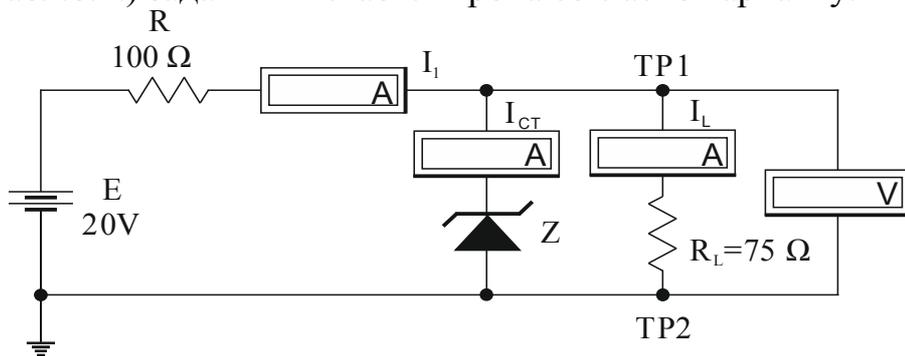

Рис.8.2.
2.1. На рабочем поле собрать схему (рис.8.2), подключив параллельно стабилитрону резистор $R_L=75 \text{ Ом}$. Значение ЭДС источника установить равным 20 В. Из таблицы вариантов (табл.8.1.) задать тип стабилитрона согласно варианту.